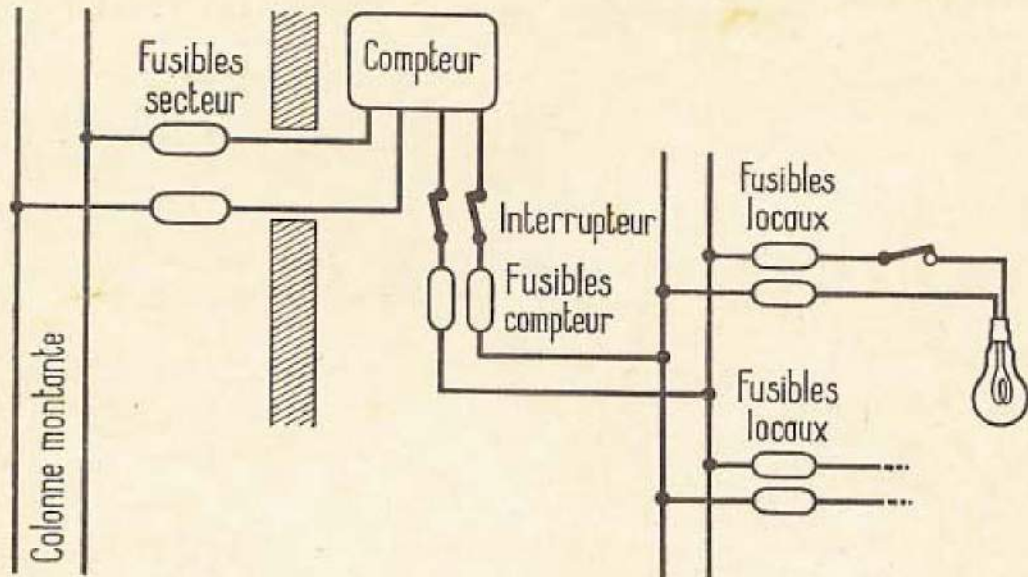

FIG. 80. — Schéma général d'une installation d'éclairage
a) Si rien ne s'allume, la cause est générale à l'installation, vérifier les fusibles ou le disjoncteur du compteur. Si les fusibles du compteur ont sauté, il faut avant de les remplacer, vérifier s'il n'y a pas de court-circuit dans l'installation (fig. 80).